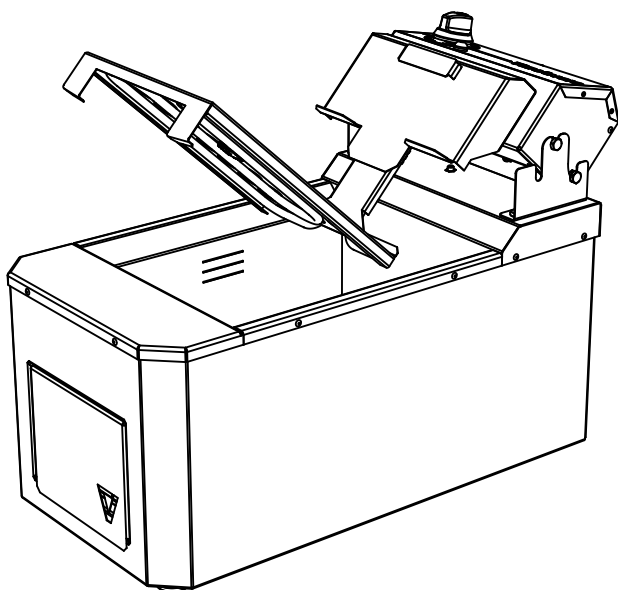

Figura 2
- 5 - Se, por alguma eventualidade, não for possível remover os detritos maiores da cuba pela válvula esfera, remova o painel com a resistência e apóie-o sobre o suporte (Figura 2);